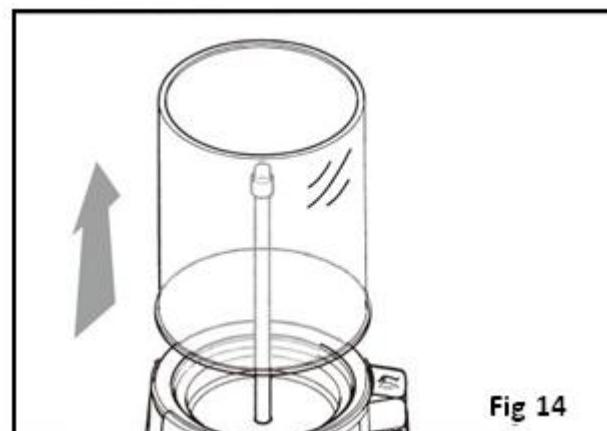

Fig. 14
- Estrarre la vasca utilizzando entrambe le mani (Fig. 14).